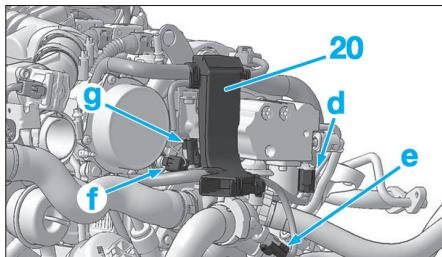

Fig. 68
- les colliers (14) du raccord de sortie d'air turbo-compresseur,
- le raccord (15) de sortie d'air turbocompresseur,
- les fixations (16), (17) (raccord intermédiaire).
- Desserrer le collier (18).
- Déposer le raccord intermédiaire (19).
- Écarter la goulotte du faisceau moteur (20) (Fig.68).